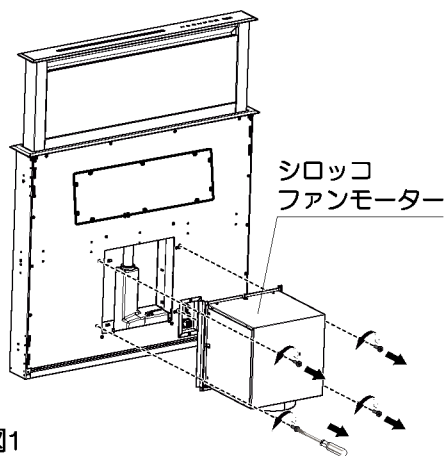

図1
1. 外箱を開け、本体を寝かしたままシロッコファンモーターを固定しているネジを外してシロッコファンモーターを取り外してください。(図1)